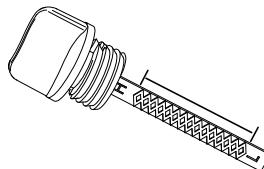

Figura 2-12. Rango de funcionamiento seguro
6. Consulte la Figura 2-12. Retire la varilla y compruebe que el nivel de aceite se encuentra dentro del rango de funcionamiento seguro.